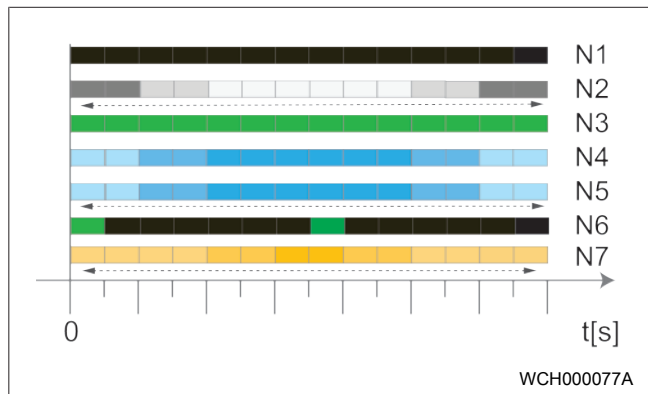

Abb. 11
- Weißes Lauflicht fährt hoch / runter. Siehe Abb. 11 Betriebsstatus N2.